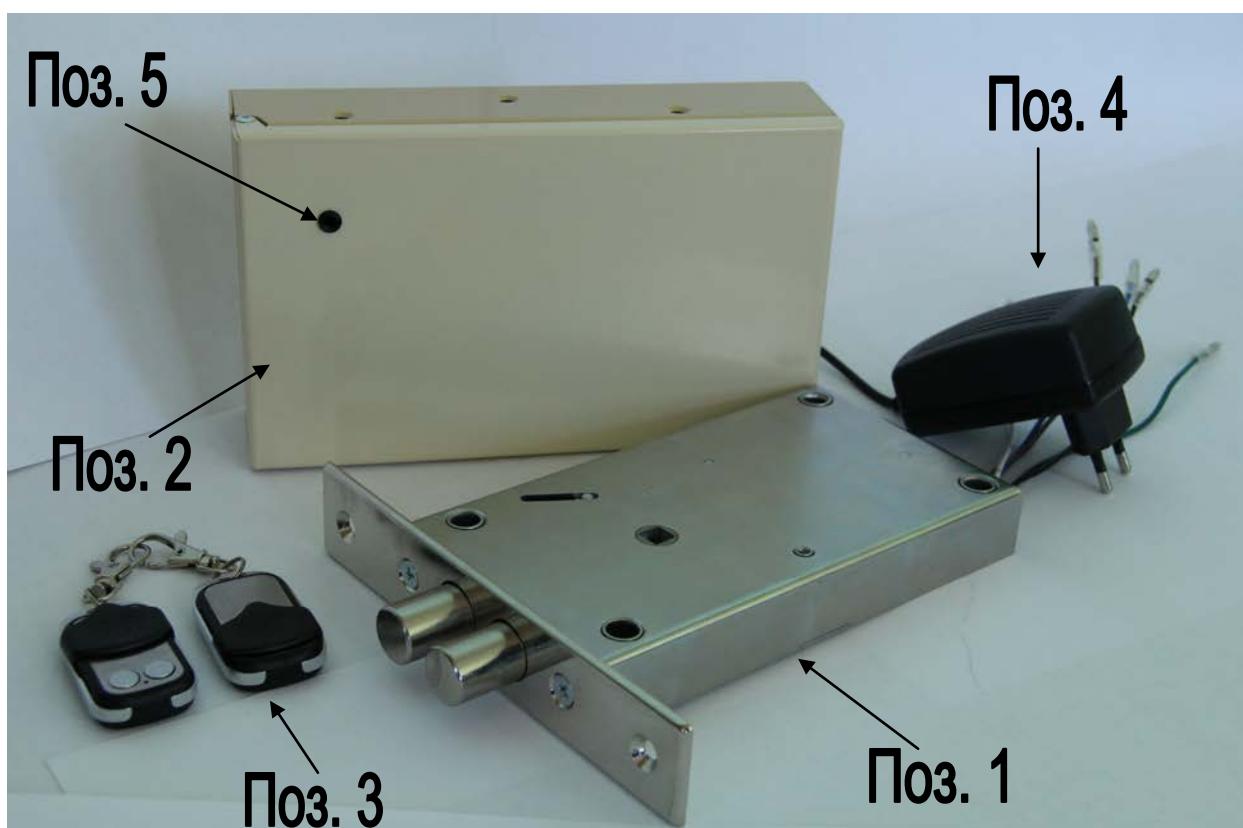
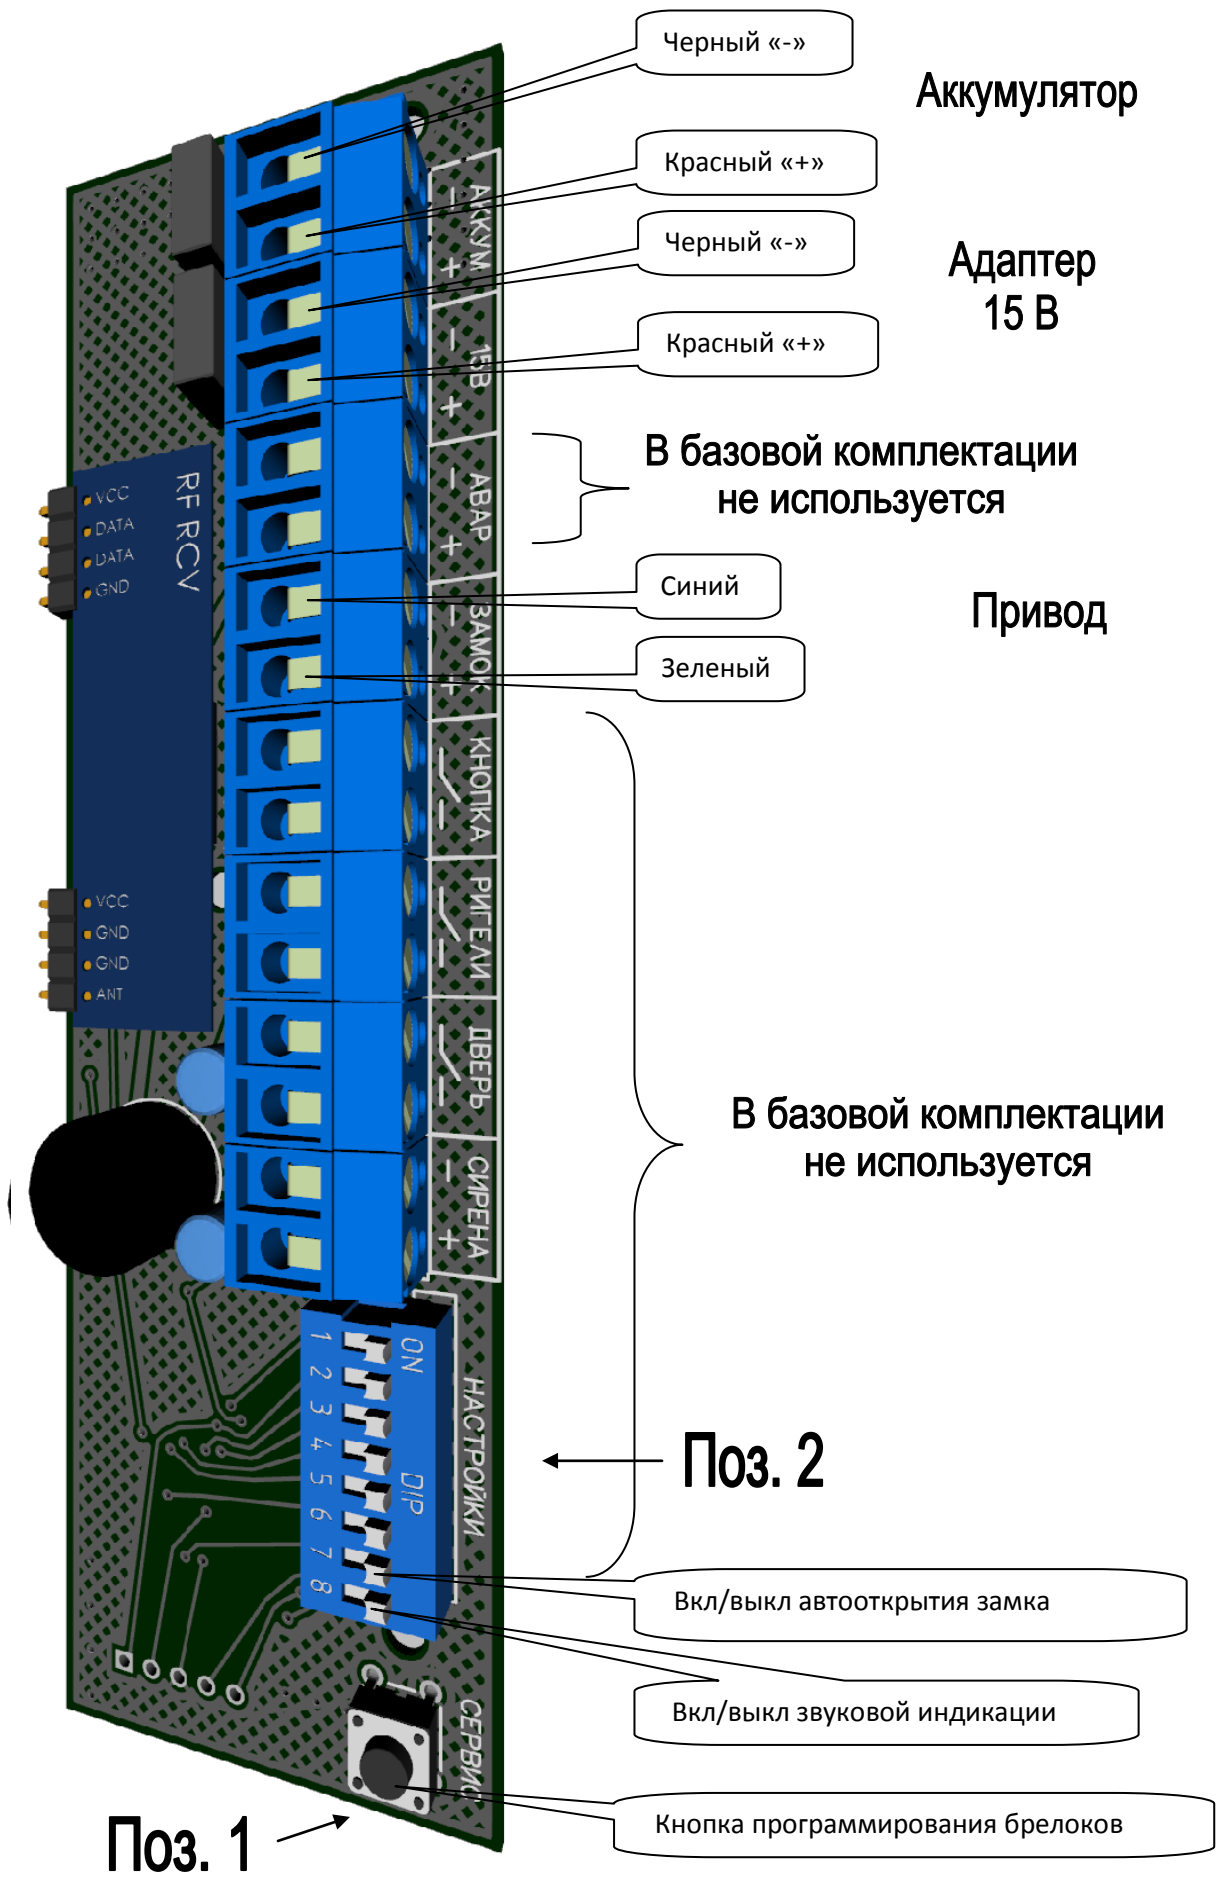

Рис. 1 Электронный замок «Сюрприз-Герон»
Рис. 2 Контроллер блока управления
2. Блок управления (поз. 2, рис. 1);
3. Ключи-брелоки (поз. 3, рис. 1);
4. Сетевой адаптер (поз. 4, рис. 1);
**3.2. Блок управления** содержит радиоприёмное устройство с микропроцессорной обработкой сигнала, расположенное на печатной плате в блоке управления, устройство заряда аккумуляторной батареи и аккумулятор. На лицевой панели корпуса находится светодиод (поз. 5, рис. 1), отображающий режим работы блока. На печатной плате расположена кнопка «Сервис» (поз. 1, рис. 2) для самостоятельного подключения-отключения ключей-брелоков владельцем замка. Там же находится панель настроек с восемью микропереключателями (поз. 2, рис. 2) для настройки дополнительных функций блока управления, а также клеммы для подключения питания и внешних устройств. Блок подключается к сети переменного тока ~220 В через сетевой адаптер питания 15 В мощностью не менее 15 Вт (поз. 4, рис. 1). При наличии напряжения в сети будет гореть светодиод. Электрическая защита блока обеспечивается специальными радиокомпонентами - самовосстанавливающимися предохранителями, не требующими замены и обслуживания.
красным (закрытие) цветом. Если напряжение на аккумуляторе достигло величины, ниже которой работа замка будет невозможна, электронный блок самостоятельно выдаст команду на открывание замка. Данная опция исключает возможность блокировки двери. Чтобы выключить эту опцию, нужно переместить микропереключатель №7 панели настроек (поз.2 рис. 2) в нижнее положение. Заводская установка опции – «Включено».
Команды на открытие/закрытие замка дублируются звуковыми сигналами. Включение/выключение звуковых сигналов регулируется микропереключателем №8 панели настроек (поз.2 рис. 2), вверх/вниз соответственно.
Добавление нового ключа-брелока осуществляется с помощью кнопки «Сервис» на плате блока управления (поз.1 рис. 2). При зажатой кнопке «Сервис» необходимо нажать любую кнопку на ключе-брелоке. При успешном добавлении раздастся звуковой сигнал. Блок управления будет выполнять команды с добавленного ключа-брелока. Количество ключей-брелоков, добавленных в блок управления, может достигать 128 штук. При добавлении нового ключа-брелока ранее записанные ключи-брелоки не удаляются из памяти.